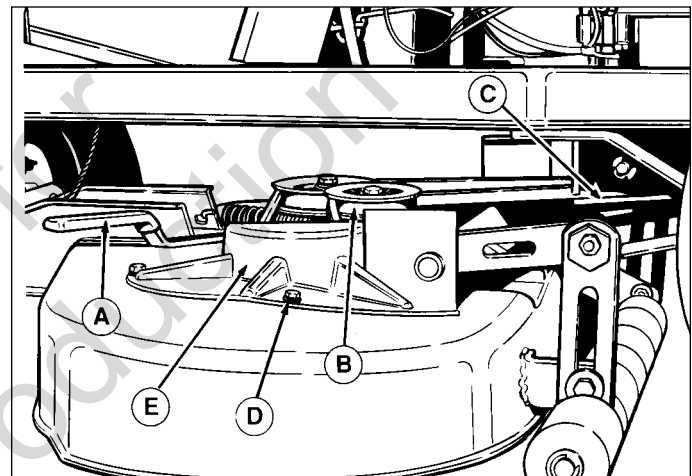

Figura 32. Reemplazo de la correa del cortacésped - 86 cm (34 pulg.)
Consulte la Figura 32.
2. Si no retira el cortacésped, colóquelo en la posición de corte más baja. Empuje el brazo de la polea loca (A, Figura 32) para aliviar la tensión de la correa. Retire la correa de la polea loca (B) y de la polea de toma de fuerza (C).
5. Instale el cortacésped si se retiró e instale la correa en la polea de toma de fuerza (C, Figura 32). Empuje el brazo secundario libre e instale la correa alrededor de la polea loca.